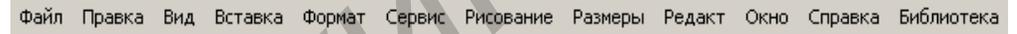

Рис.4. Панель падающих меню
**Панель падающих меню** или системное меню (рис.4), содержит кнопки с названиями меню. При нажатии на кнопку открываются меню, в которых по функциональному признаку сгруппированы часто используемые команды AutoCAD.